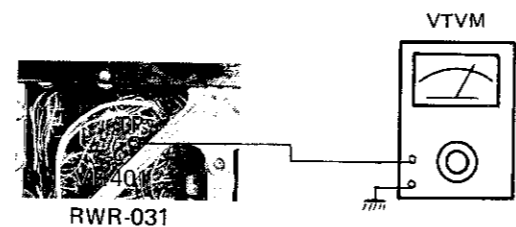

Fig. 24
**21.3 OSCILLATION STRENGTH (Fig. 24)**